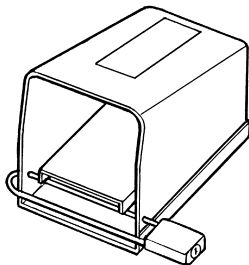

Figure 1 – Pédale de commande verrouillée
8. **Verrouillez la pédale de commande en fin d'utilisation (Figure 1).** Cela empêchera les démarrages accidentels.